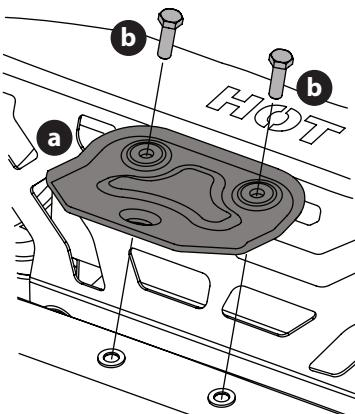

Figure 3
- Localisez l'attelage (a) et installez-le à l'arrière du châssis à l'aide des deux vis à bride hexagonales (b) fournies (Figure 3).